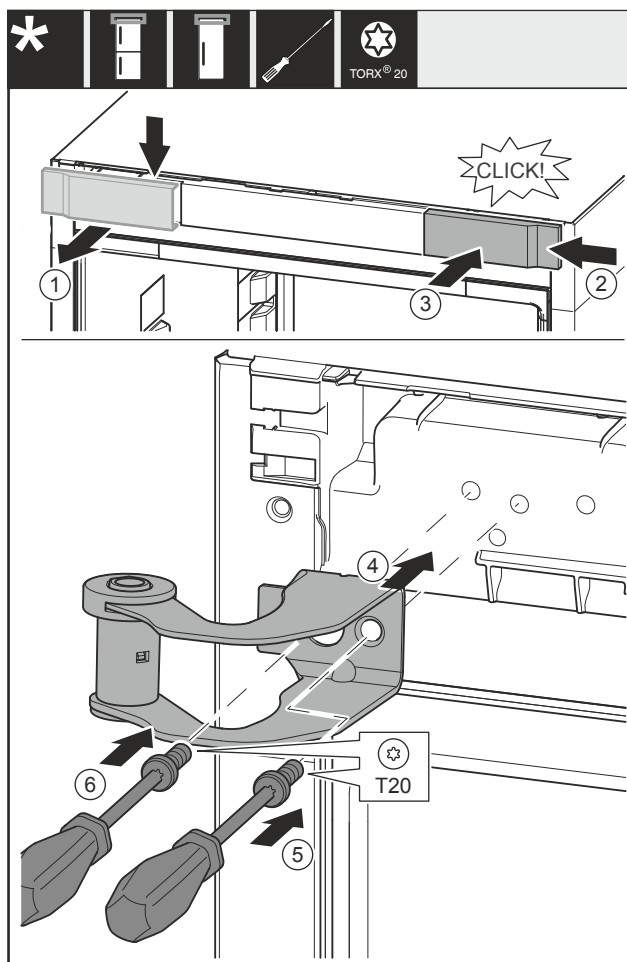

Fig. 31
- Odeberte kryt Fig. 31 (1) shora dopředu.
- Kryt Fig. 31 (2) otočený o 180° zavěste na druhé straně zprava.
- Zaklapněte kryt Fig. 31 (3).
- Nasadte horní stojan ložiska Fig. 31 (4).
- Utáhněte šroub Fig. 31 (5).
- Utáhněte šroub Fig. 31 (6).